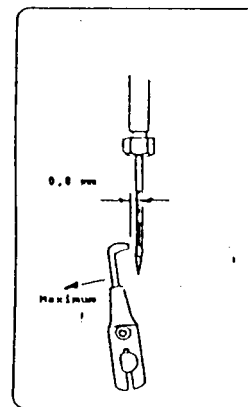

Abb. 13
2. Überprüfen Sie zuerst die richtige Stellung des Greifers zur Nadelkante. Drehen Sie das Maschinenantriebsrad von Hand, bis die Greiferspitze den größten Abstand zur Nadelkante hat. Der Abstand sollte etwa 0,8 mm betragen (Abb. 13). Wenn dieser Abstand nicht in Ordnung ist, dann verfahren Sie wie ab Punkt 3 beschrieben.